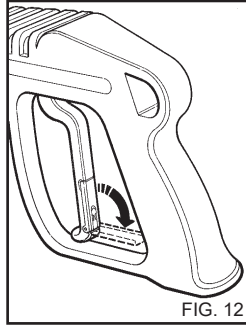

FIG. 12
- Wanneer de hogedrukreiniger niet gebruikt wordt, moet de veiligheidsvoorziening van de handgreep gesloten worden (fig.12).